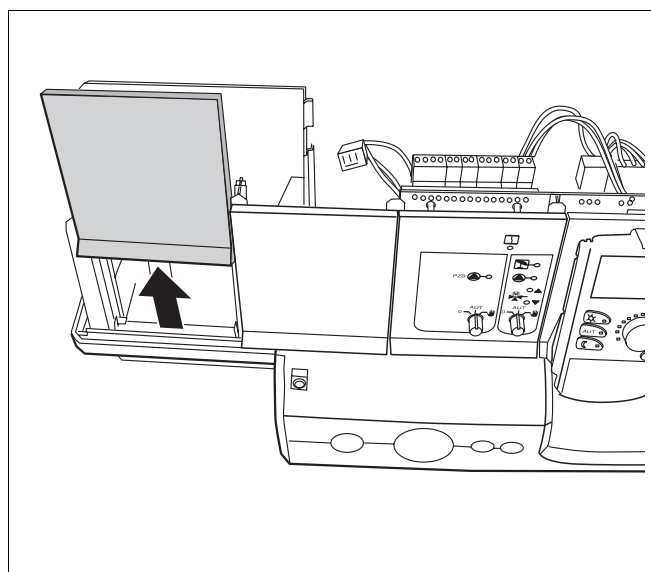

Fig. 4 Retirer la plaque obturatrice
- Retirer la plaque obturatrice de l'emplacement (emplacement, fig. 4) dans lequel sera introduit un autre module de fonction.